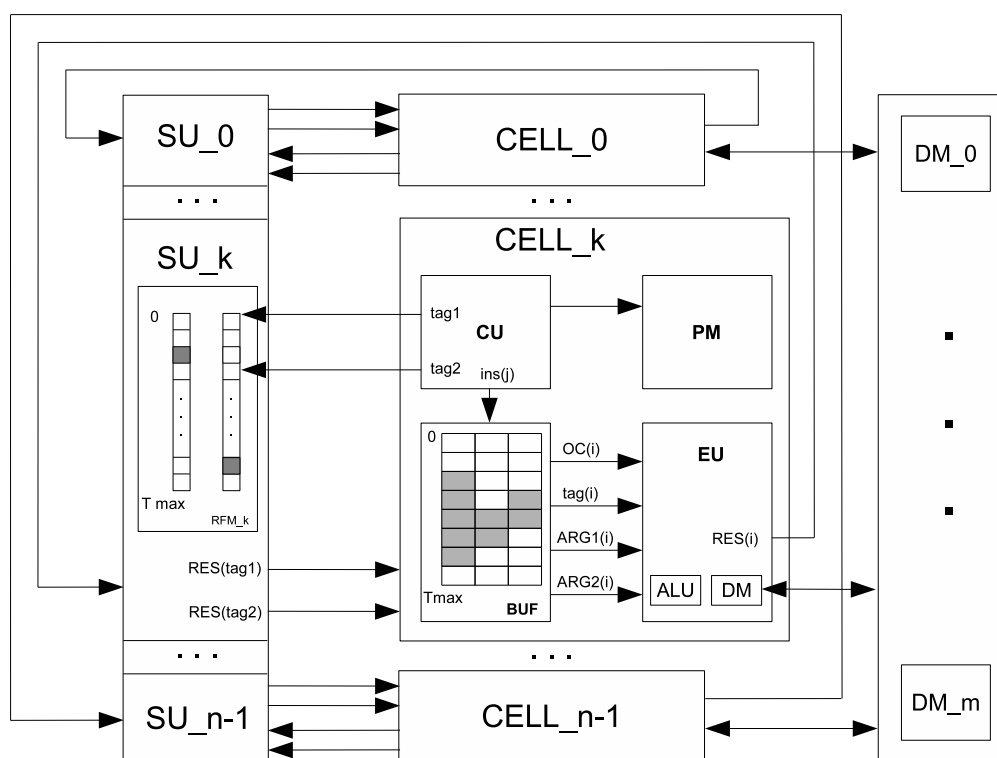

Рис. 3: Обобщенная структура ядра мультиклеточного процессора
В третьих, естественная реализация параллелизма предполагает использование нескольких процессорных устройств. Так как исполняемая команда не имеет информации о потребителях получаемых результатов, ее результаты должны рассылаться всем потенциальным потребителям, а команды-приемники должны отбирать требуемые им результаты из общего потока. Ядро мультиклеточного процессора, учитывающее эти особенности, состоит из совокупности идентичных процессорных блоков (клеток), объединённых однонаправленной полносвязной коммутационной средой (SB). Каждая клетка включает устройство управления (CU), буфер команд (BUF) и набор исполнительных устройств (EU). Обобщенная структура ядра мультиклеточного процессора приведена на рис.3.